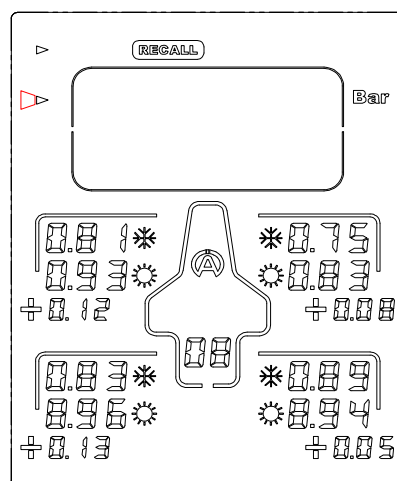

Figure 7
- 2) Avec le bouton  ou , sélectionnez le « **CADRAN** » (figure 7)